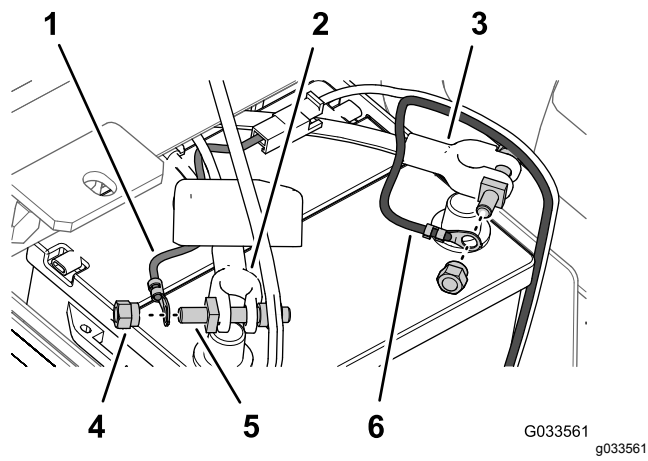

Bild 31
6. Befestigen Sie den Kabelschuh des durch die Schmelzsicherung geschützten Verbindungsteils (Kabelbaum des Sprühfahrzeugs) am Stift der Polschraube, die Sie mit einer Klemmmutter am Pluskabel der Batterie befestigt haben (**Bild 31**).
7. Befestigen Sie den Kabelschuh des Minuskabels (schwarz, Kabelbaum des Sprühfahrzeugs) am Stift der Polschraube, die Sie mit einer Klemmmutter am Minuskabel der Batterie befestigt haben (**Bild 31**).